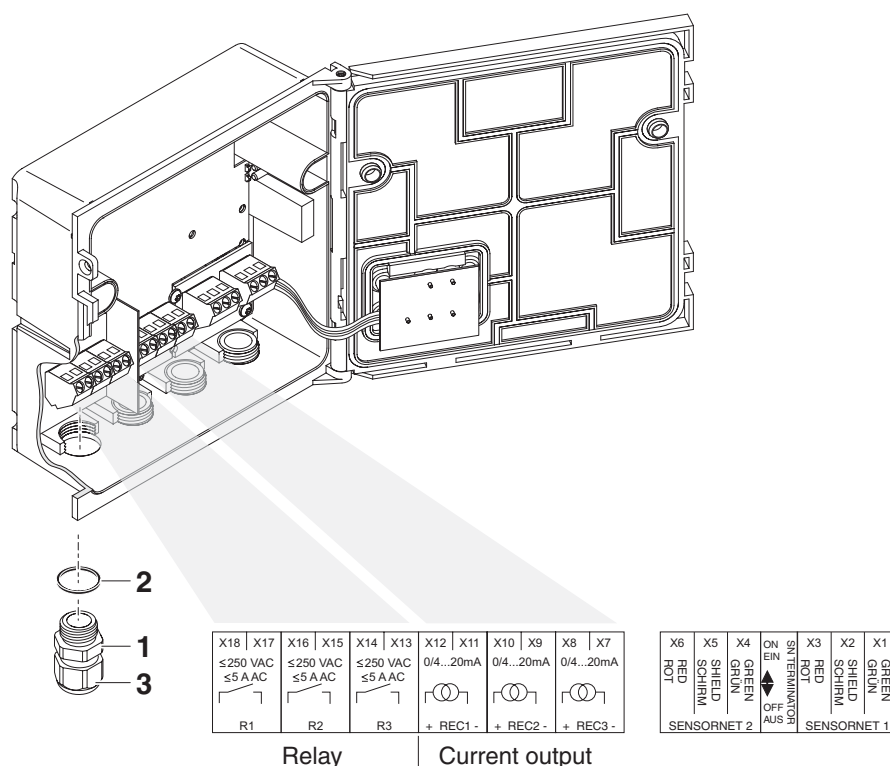

Fig. 6-1 Klemrække med relæ- og strømtilslutninger
| 3 | Skru kabelforskrningen (pos. 1 i Fig. 6-1) med tætningsringen (pos. 2) ind i modulhuset. |
| 4 | Løsn omløbermøtrikken (pos. 3 i Fig. 6-1). |
| 7 | Stram omløbermøtrikken (pos. 3 i Fig. 6-1). |